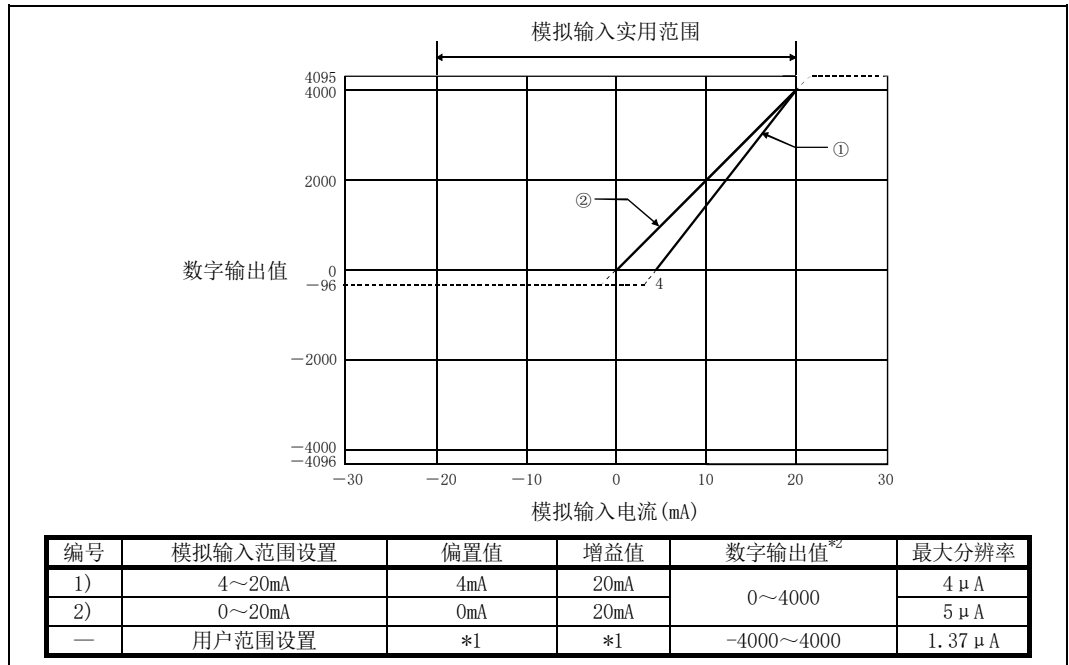

图3.3 普通分辨率模式的电流输入特性
普通分辨率模式的电流输入特性的曲线图如图 3.3 所示。
<p>(1) 应在各输入范围的模拟输入范围以及数字输出范围的范围内使用。 如果超出了该范围，最大分辨率、精度有可能不在性能规格的范围內。(应避免使用图3.3、3.4的虚线部分。)</p> <p>(2) 如果输入-30~30mA 以外的范围的值，则元件可能被破坏。</p> <p>(3) *1 的用户范围设置的偏置值、增益值应在满足以下条件的范围内设置。</p> <p>(a) 偏置值、增益值的设置范围：-20.0~20.0mA</p> <p>(b) 应根据设置的分辨率模式，使用以下计算公式。</p> <p>1) 普通分辨率模式设置时：{(增益值)-(偏置值)} > 5.5mA</p> <p>2) 高分辨率模式设置时：{(增益值)-(偏置值)} ≥ 16.0mA</p> <p>(4) 进行了超过*2 的数字输出值的范围的模拟输入时，数字输出值被固定为最大或最小。</p>